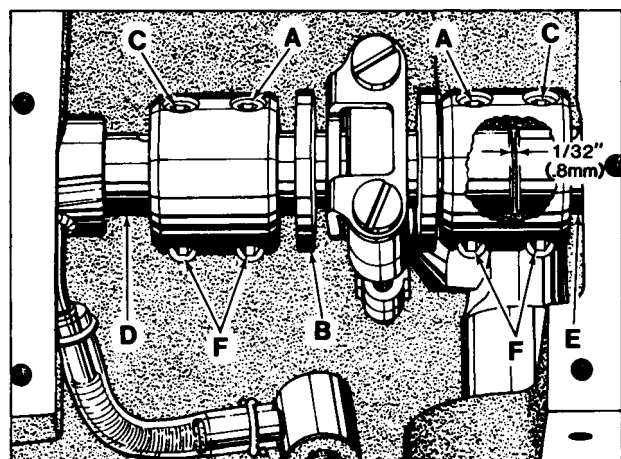

Fig 17
Viendo la máquina de atrás hacia adelante, los tornillos (A. Fig. 17) en las conexiones tienen que coincidir con los huecos en el cigüeñal del accionamiento del looper (B) y los tornillos (C) tienen que coincidir con las superficies planas en el cigüeñal (D) y del eje principal (E).
El cigüeñal del accionamiento del looper (B, Fig. 17) tiene que estar a una distancia lateral de 1/32 pulgadas (0,8 mm) al eje principal (E) como se demuestra en Fig. 17. Una vez que estos ajustes estén logrados es muy importante fijar las conexiones en la siguiente secuencia para lograr un funcionamiento óptimo.